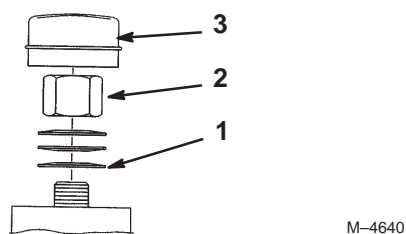

Figure 51
2. Retirez le capuchon anti-poussière de la roue et serrez le contre-écrou (Fig. 51).
3. Continuez de le serrer jusqu'à ce que les rondelles élastiques soient aplaties, puis desserrez-le de 1/4 de tour pour obtenir la précharge correcte des roulements (Fig. 51).
Important Veillez à installer les rondelles comme illustré à la Figure 51.